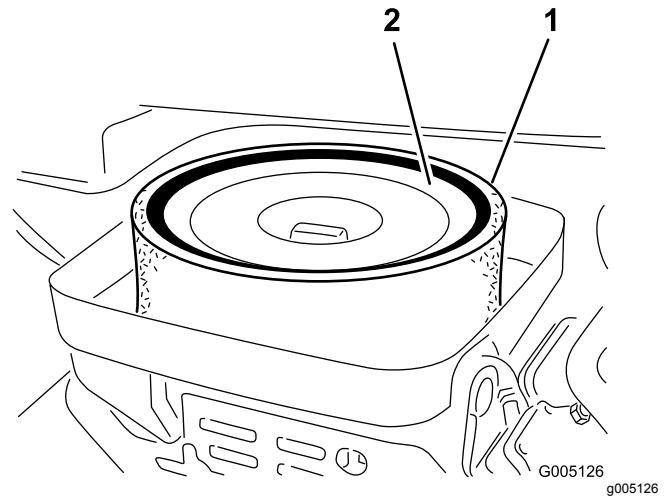

Figura 29
3. Retire la tuerca de orejeta que sujeta los elementos a la carcasa del limpiador de aire (Figura 29).
4. Si el elemento de espuma está sucio, sepárelo del elemento de papel (Figura 29). Límpielo a fondo, de la manera siguiente: